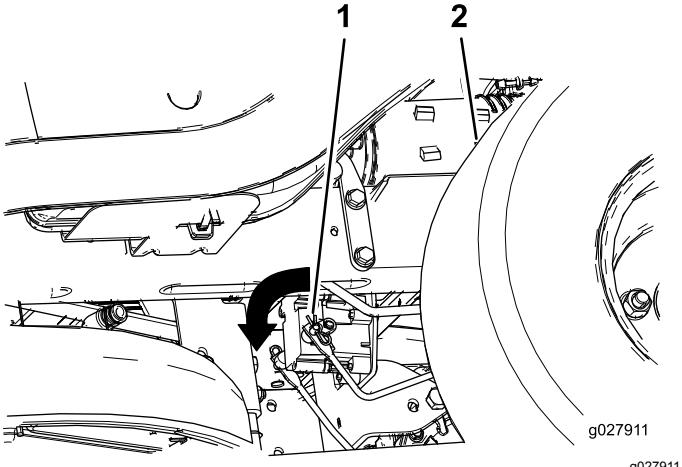

Figura 55
2. Individuate l'albero sul freno elettrico in cui sono collegati i bracci di attacco del freno (Figura 55).